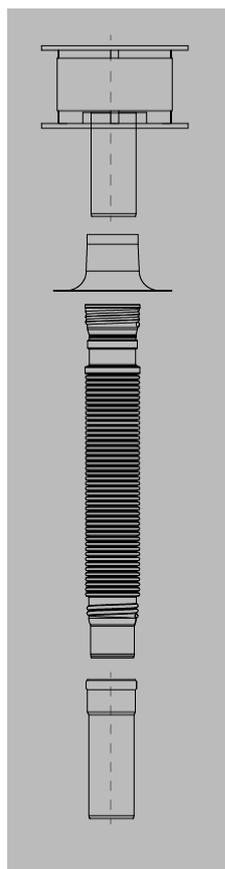

Fig. 3 Terminale chiuso
3.9 Istruzioni di montaggio del terminale chiuso (1523) vedi fig. 3 - 4